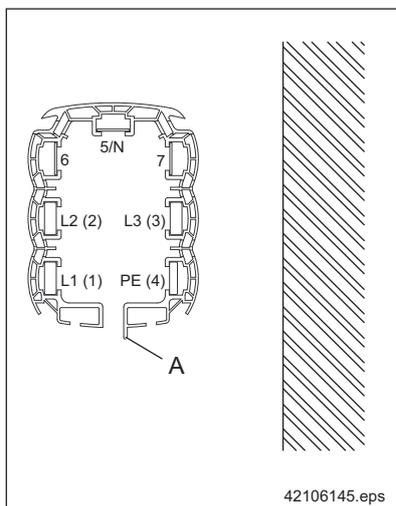

Fig. 8
Lors de l'assemblage, veiller à ce que la position du rail pour le conducteur de protection (PE) et de l'arête de profilé soit correcte ⇒ Fig. 8, Page 22.
- Assembler les tronçons (1) au moyen des connecteurs et des gaines couvre-joint.